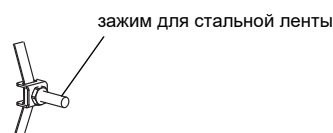

Рис. 8.14: Стальная лента с металлической пружиной и зажимом для стальной ленты
- Протяните стальную ленту через зажим для стальной ленты и металлическую пружину (смотри Рис. 8.14). Металлическую пружину не обязательно устанавливать: